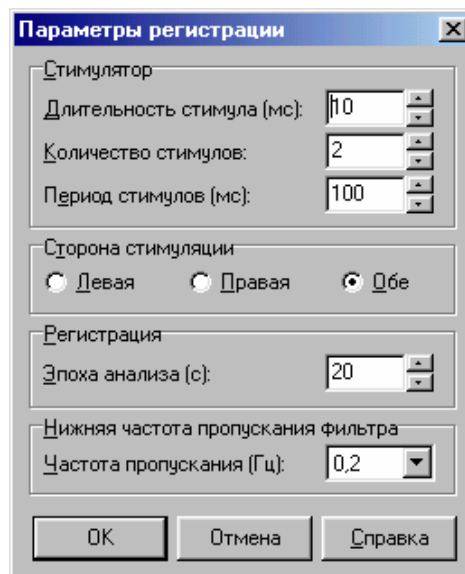

Рис. 3.81
2. В начале пробы и по команде **Настройка|Параметры регистрации** выдается диалоговое окно с параметрами регистрации (Рис. 3.81).